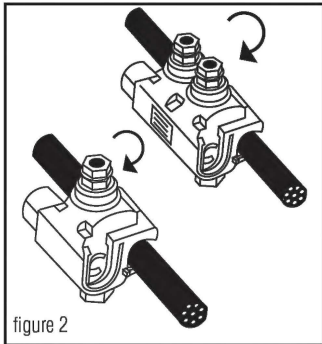

figure 2
- Position the main (or feeder) side of the connector around the run cable and tighten the bolt finger tight. **See figure 2.** If required, loosen the bolt slightly to allow the connector to open completely. **DISASSEMBLY NOT RECOMMENDED.** The plastic "Turbo" spacer must be under no load and must not be grounded. Use electrically insulated gloves. De-energize the run cable if there are any questions of these conditions being met.
- Coloque el lado principal (o de alimentación) del conector alrededor del cual se hace la derivación y apriete firmemente el dedo del perno. **Vea la ilustración 2.** Si hace falta, afloje el perno ligeramente para permitir que el conector se abra completamente. **NO ES RECOMENDABLE DESARMAR EL CONECTOR.** El espaciador "Turbo" de plástico mantiene al conector abierto, lo cual facilita la instalación y asegura que las conexiones se hagan correctamente.